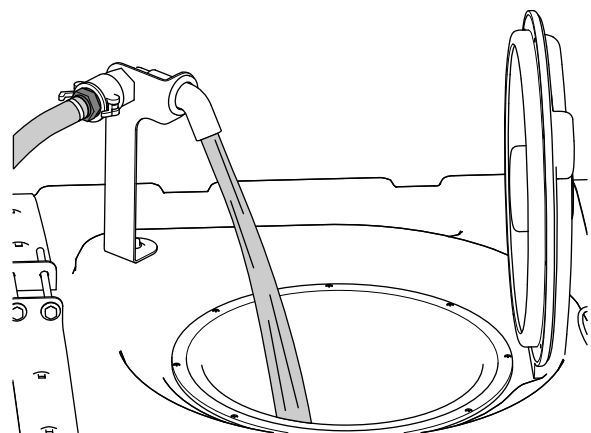

Figura 73
5. Añada 3/4 de la cantidad de agua necesaria al depósito de fumigación (Figura 73).